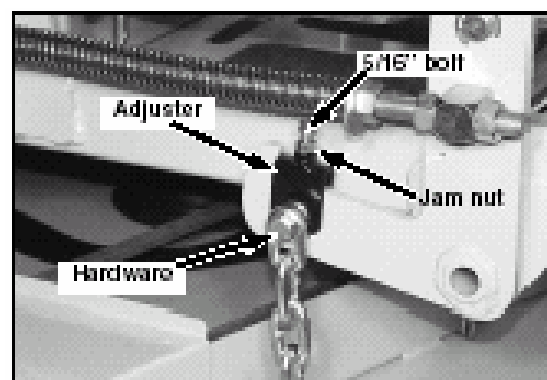

Figure 5-21
14. Desserrez le contre-écrou de 5/16" situé sur la chaîne de relevage du plateau (Fig. 5-21) et sortez de force l'écrou du réglage afin de permettre à celui-ci de monter et de descendre librement.
17. Resserrez le contre-écrou de l'écrou du réglage afin d'empêcher ce dernier de bouger. Fig. 5-21